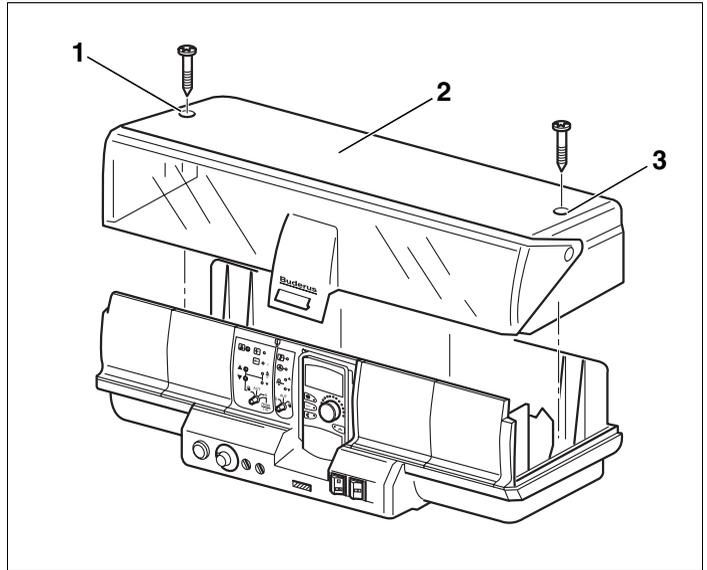

Fig. 19 Retirer les couvercles
- Desserrer les deux vis (fig. 19, **pos. 1 et 3**) sur la partie supérieure de l'appareil.
- Soulever le cache-bornes (fig. 19, **pos. 2**).